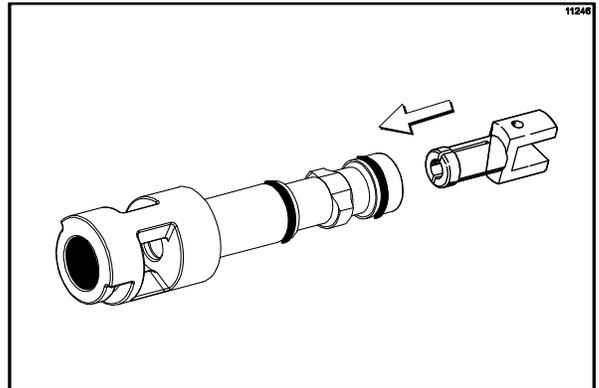

Figura 119
9. Oprima el extremo pequeño para juntar las puntas e introduzca el rotor en la abertura metálica de la válvula de extracción hasta que enganche en su sitio. (Vea la figura 119).